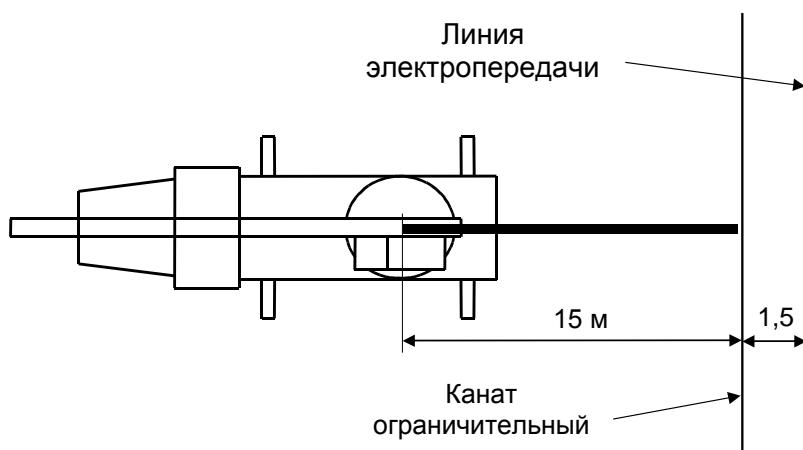

Рисунок 8 - Проверка срабатывания МЗОНа
4.3.4.2.1 Установить на площадке машину (стрела находится в транспортном положении) перпендикулярно линиям электропередачи на расстоянии ( $15\pm1$ ) м от оси вращения крана до воображаемой вертикальной плоскости, проходящей через ограничительный канат макета ЛЭП (см. рисунок 8).